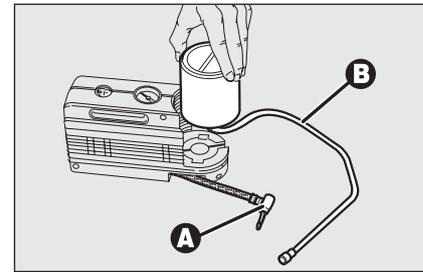

fig. 20
- disinserire l'innesto **A-fig. 20** e scollegare il tubo **B**;